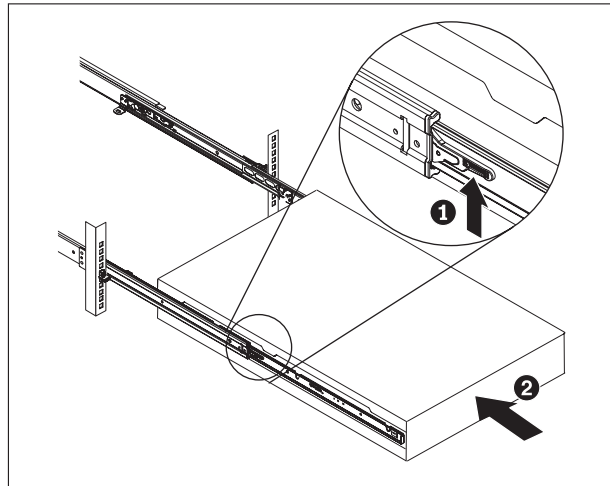

Abbildung 11. Appliance in den Gehäuserahmen schieben
6. Schieben Sie die Appliance in den Gehäuserahmen, wie in Abb. 11 auf Seite 21 dargestellt.